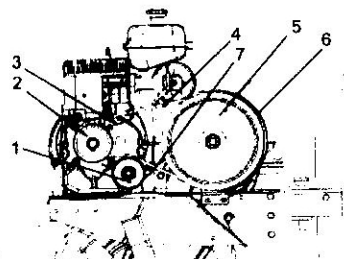

Рис. 2
- Сцепление культиватора относится к ремennому типу. Используется ремень и натяжной ролик (См. Рис. 2).